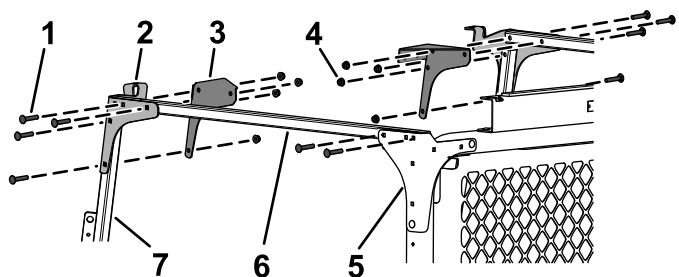

图 35
8. 如图 35 所示用 4 个托架螺栓5/16 x 1¾ 英寸和 4 个凸缘螺母5/16 英寸将交联管松松地安装到后安装支架和后角撑板上。
9. 如图 35 所示用 8 个托架螺栓5/16 x 1¾ 英寸和 8 个凸缘螺母5/16 英寸将前安装支架和前角撑板松松地安装到交联管和风挡支撑上。